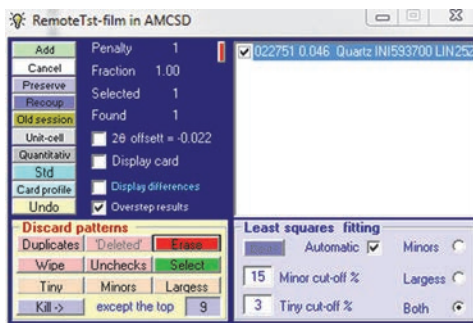

Figura C-9 Caixa de diálogo mostrando a fase selecionada
11. Clique em **Unchecks** para eliminar fases não verificadas (indesejadas) (veja Figura C-9 na página 89).